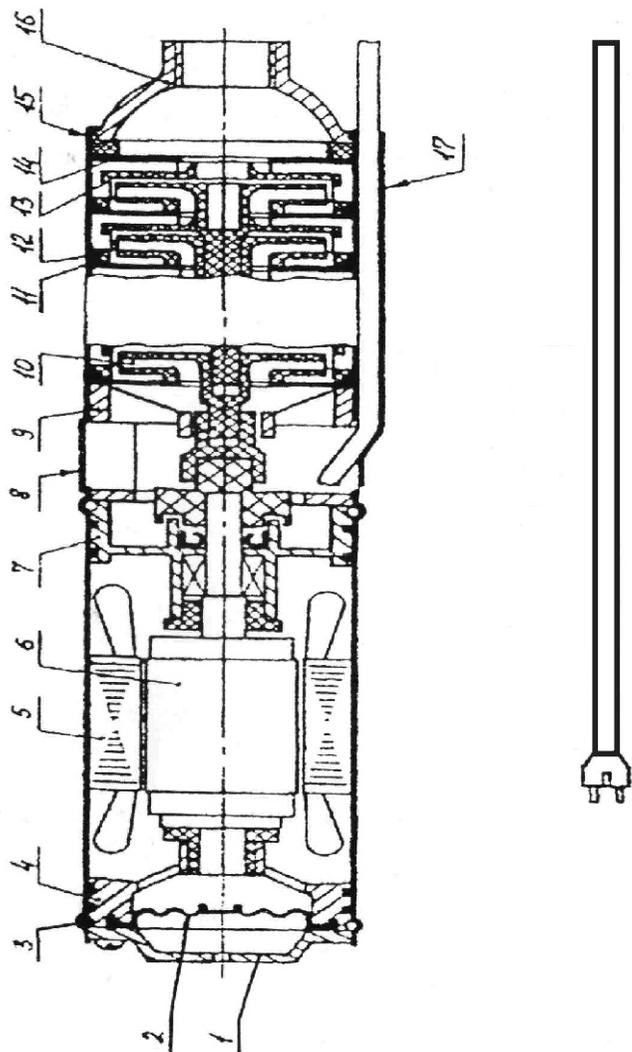

Рис.3 Устройство электронасоса.
5.1 Электронасос (см. рис.3) состоит из однофазного электродвигателя переменного тока и многоступенчатой насосной части, выполненных в виде моноблока.